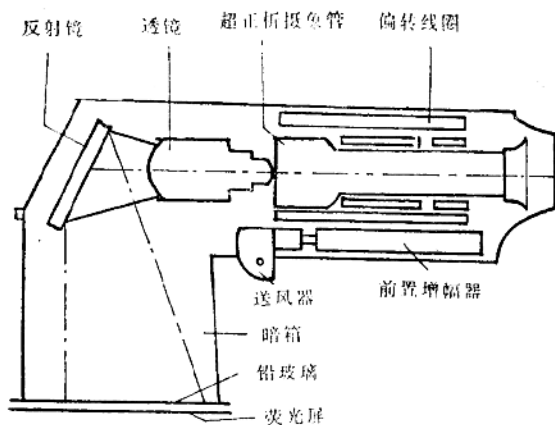

图 1-3 荧光屏+高灵敏度超正析摄像管装置
(3) 荧光屏上直接加摄影装置，即荧光屏加高灵敏度的超正析摄像管装置，如图 1-3 所示。X 线透过人体在荧光屏上形成图象，经反射镜、透镜，直接由超正析摄像管取出电视信号。